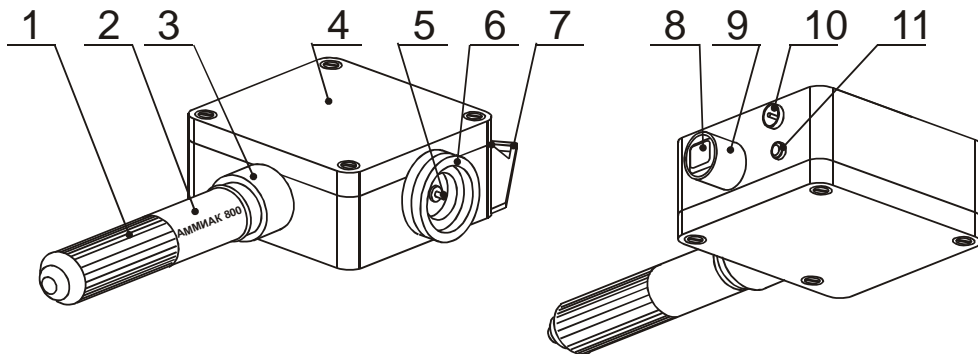

Рис. 1. Внешний вид генератора
1.7.1. Внешний вид генератора показан на рис. 1\*. Для получения аммиака используется полимерная матрица 1, содержащая водный раствор аммиака, помещенная в сменном картридже аммиака 2, фиксированном в кольце 3, закрепленном на корпусе генератора. Питание генератора осуществляется от блока Ni-MH аккумуляторов. Смесь, получаемая в результате смешивания аммиака,
2.1.2. Перед использованием полностью зарядите блок аккумуляторов: выключите генератор кнопкой включения 8, выходной разъем зарядного устройства вставьте в разъем 10 (см. рис. 1). Подключите зарядное устройство к сети переменного тока 220 В, 50 Гц. Время первой зарядки составляет не менее 4 часов.
- установите картридж аммиака в кольцо 3 (см. рис. 1) и зафиксируйте, повернув по часовой стрелке до упора